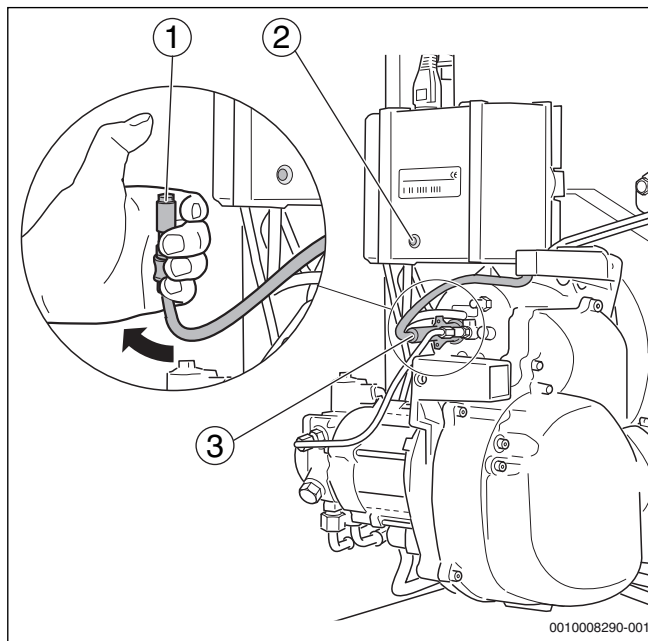

Рис. 43 Проверка работы датчика пламени
- ▶ При работающей горелке выньте датчик пламени из крепления за предусмотренную для этого ручку (→рис. 43, [3])
- ▶ Держите датчик против света (→рис. 43, [1]). После повторного пуска должно произойти выключение из-за неисправности.
- ▶ По истечении времени ожидания, составляющего примерно 30 секунд, нажмите кнопку Reset (→рис. 43, [2]) для разблокировки автомата горения или кнопку Reset на системе управления.